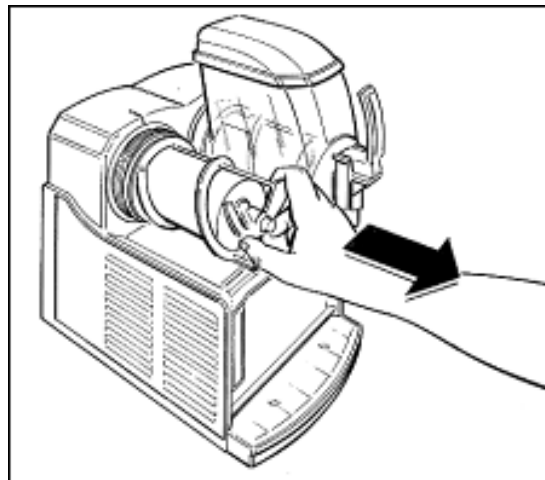
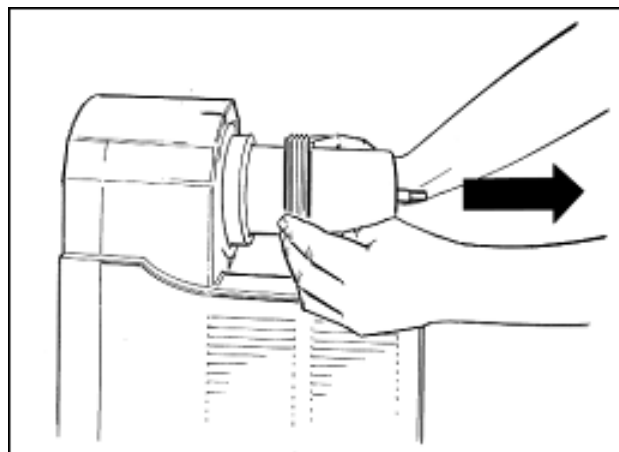

Fig. 7
Fig. 8
- Premere contemporaneamente le due alette di blocco e sollevare il rubinetto per estrarlo dalla propria sede (Fig. 7).
- Estrarre la spirale di miscelazione, la guarnizione di tenuta a ventosa e la guarnizione posteriore della vasca (Fig. 7 e Fig. 8).